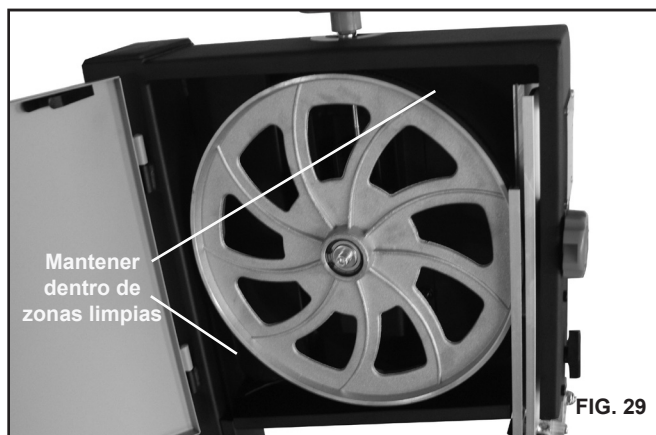

FIG. 29
D. Mantener el interior (cerca de la cuchilla de la Sierra, etc.) limpia para evitar la acumulación de polvo (Véase fig. 29 & 30). Utilice captación de polvo si es posible.